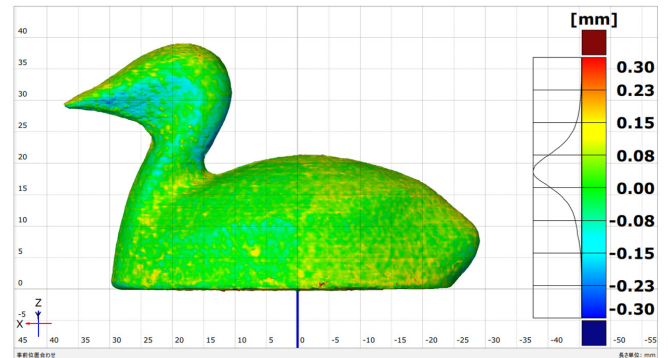

図6 誤差照合結果
- ④ 改めて完成品を3Dデジタイザで撮影し、3Dモデルを作成します。これを造形に使用した元データと比較してみます。今回はGOM Inspectという3Dデータ検査ソフトを使用して誤差照合を行いました(このソフトの使い方は当センターのYouTube、<https://www.hik.shiga-irc.go.jp/info/youtube-1>で公開しています)。首の後ろ側やクチバシの下がやや元データより小さめになりましたが、全体的には精度良く造形できました(図6)。